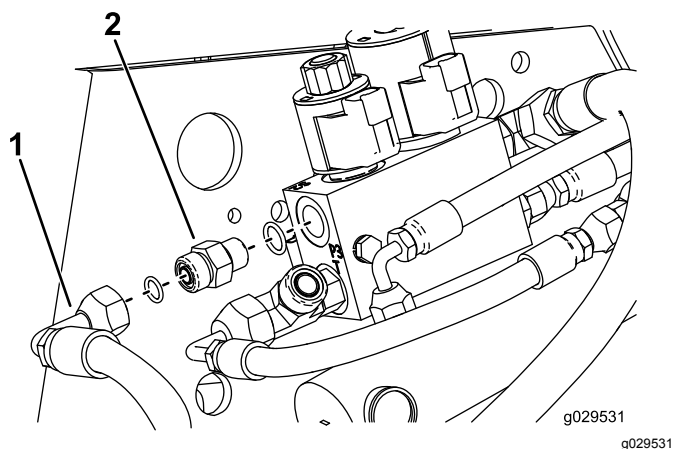

Figura 19
- Avvitare il raccordo della valvola idraulica nel foro della valvola (Figura 19).
- Fissate il raccordo del flessibile sul raccordo diritto (Figura 19).